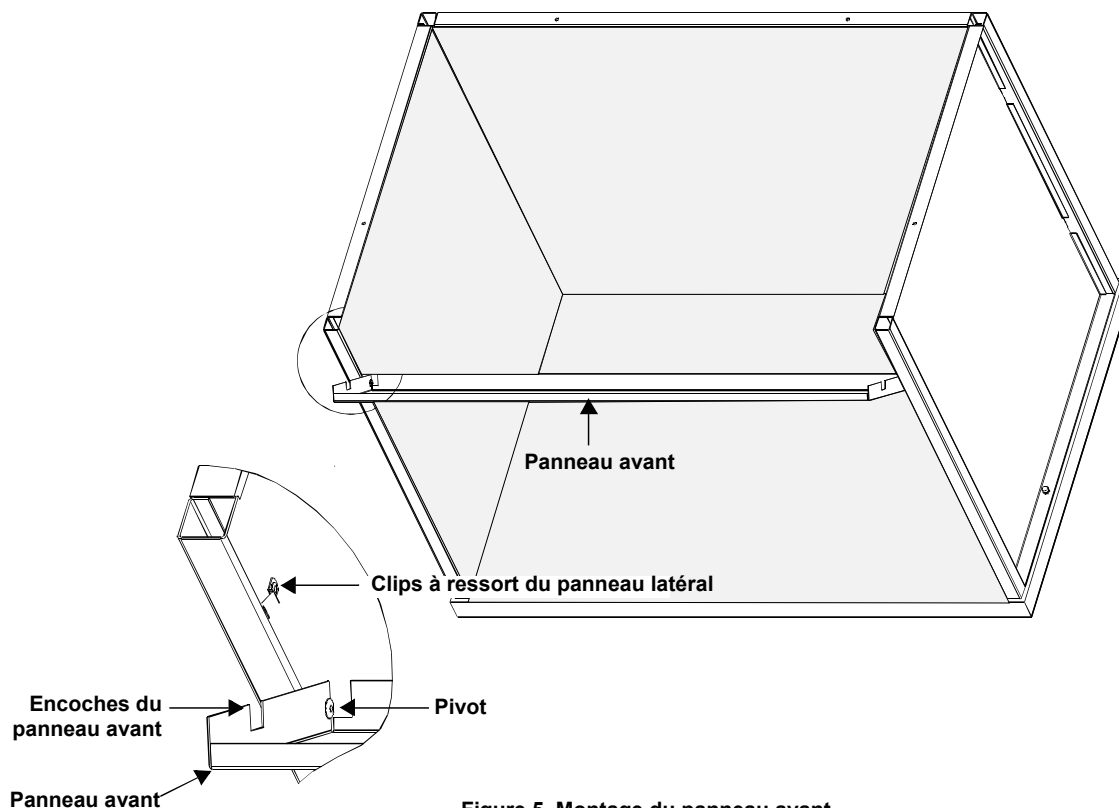

Figure 5. Montage du panneau avant
- Glissez les encoches des pivots du panneau avant (5) sur les pivots situés sur chacun des deux panneaux latéraux.
- Faites pivoter le panneau avant vers le haut. Mettez-le en place en effectuant une rotation sur les pivots et fixez-le avec les clips à ressort des panneaux gauche et droit. Voir Figure 5.